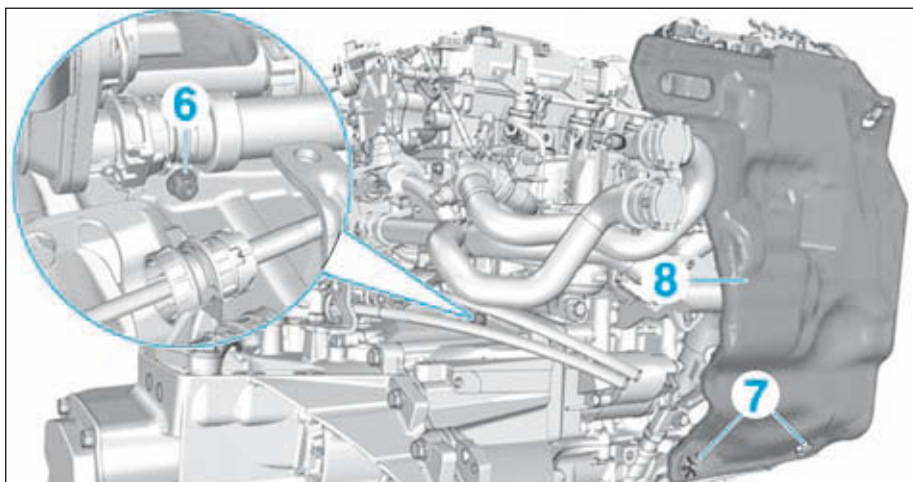

FIG.13
- Déposer, par le dessus, la vis (6) (Fig.13).
- les agrafes (7),
- l'écran acoustique (8).